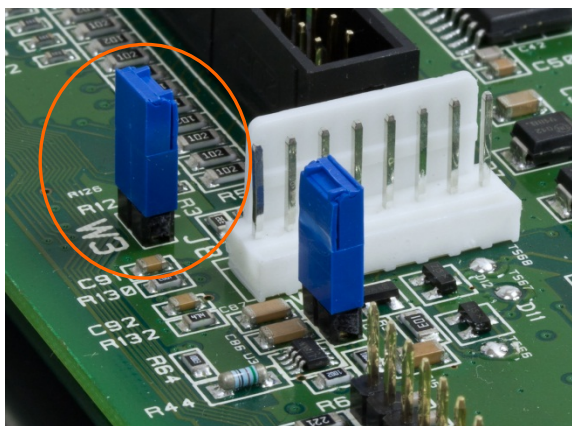

Figura 3-25: Conexión en puente W3 en la tarjeta principal analógica del IND560x
■ **IMPORTANTE:** La opción IND560x-PAB solo funciona con una revisión específica de la tarjeta principal analógica del IND560x. La versión correcta de la tarjeta principal analógica puede identificarse por la presencia de la conexión en puente W3 que se muestra en la Figura 3-18 y se indica en la Figura 3-25. Si la conexión en puente W3 no está presente en la tarjeta principal, esto significa que la tarjeta principal **no** es compatible con la IND560x-PAB.